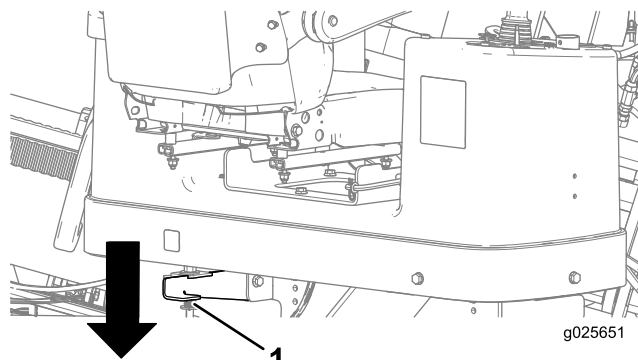

Рисунок 42
5. Нажмите вниз на заднюю защелку фиксации платформы оператора и отведите ее в сторону в нужное положение, убедившись в ее фиксации на месте (Рисунок 42).